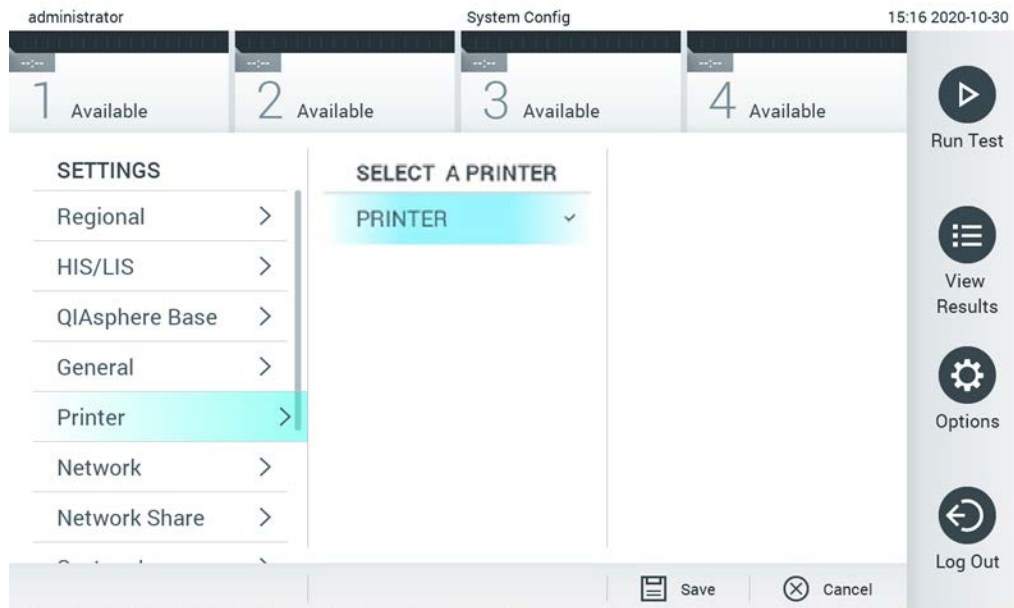

Figure 67. Sélection de l'imprimante du système.
3. Sélectionnez une imprimante dans la liste des imprimantes disponibles (figure 67).